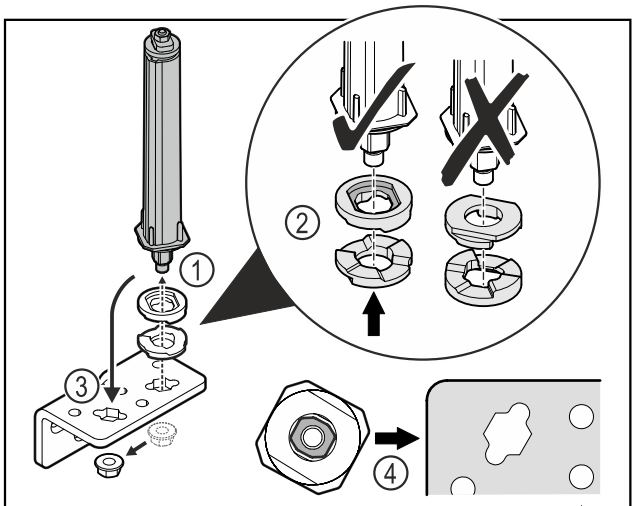

Fig. 39
- ▶ Løsne mutteren og fjern dørlukkesystemet Fig. 39 (1).
- ▶ Sørg for korrekt innretning av høydejusteringsskivene Fig. 39 (2).
- ▶ Sett om dørlukkesystemet i hengselvinkelen og fest med mutteren Fig. 39 (3).
- ▶ Ved innsetting, sørg for korrekt innretning av dørlukkesystemet Fig. 39 (4).